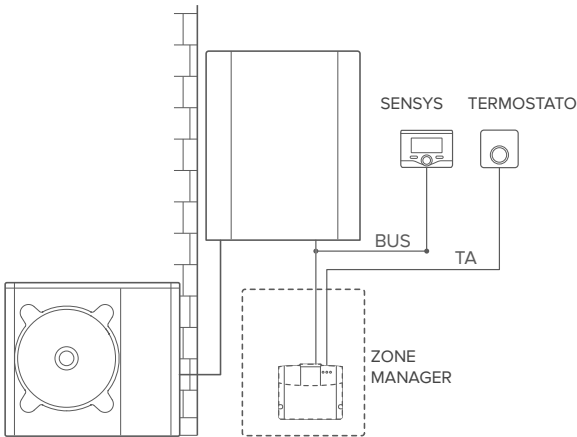

fig.5
- Situazione finale (Fig. 5)
#### Attivazione di TD e TC in un sistema con 2 zone idrauliche (zone manager integrato o esterno) controllato da dispositivi BUS BridgeNet ed ON/OFF (fig.5)